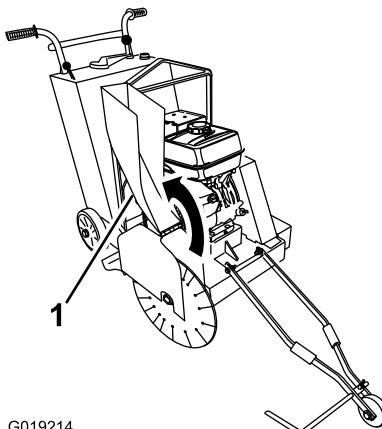

Figure 15
6. Faites pivoter la partie avant du carter de lame pour l'ouvrir (Figure 15).